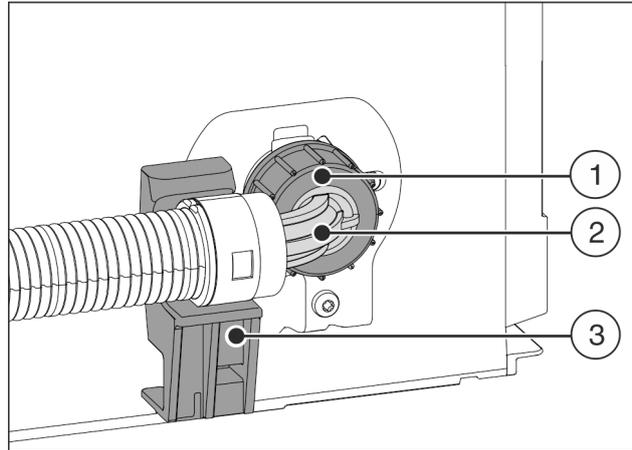

Fig. 9
- ▶ Abgewinkeltes Schlauchende Fig. 9 (2) horizontal am Halter Fig. 9 (3) positionieren und festhalten.
- ▶ Mutter Fig. 9 (1) mit der Hand auf Gewinde schrauben, bis ein sicherer, fester Sitz erreicht ist.